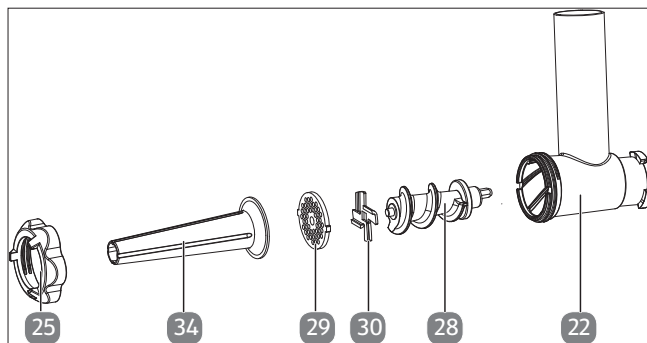

Fig. 20 – Triturazione/preparazione di salsicce
1. Per tritare i pezzi di carne e preparare le salsicce in un'unica operazione, montare il tritacarne con piastra forata e lama a croce con i bordi taglienti rivolti verso l'esterno sull'asse nonché l'imbuto insaccatore (vedere Fig. 20).